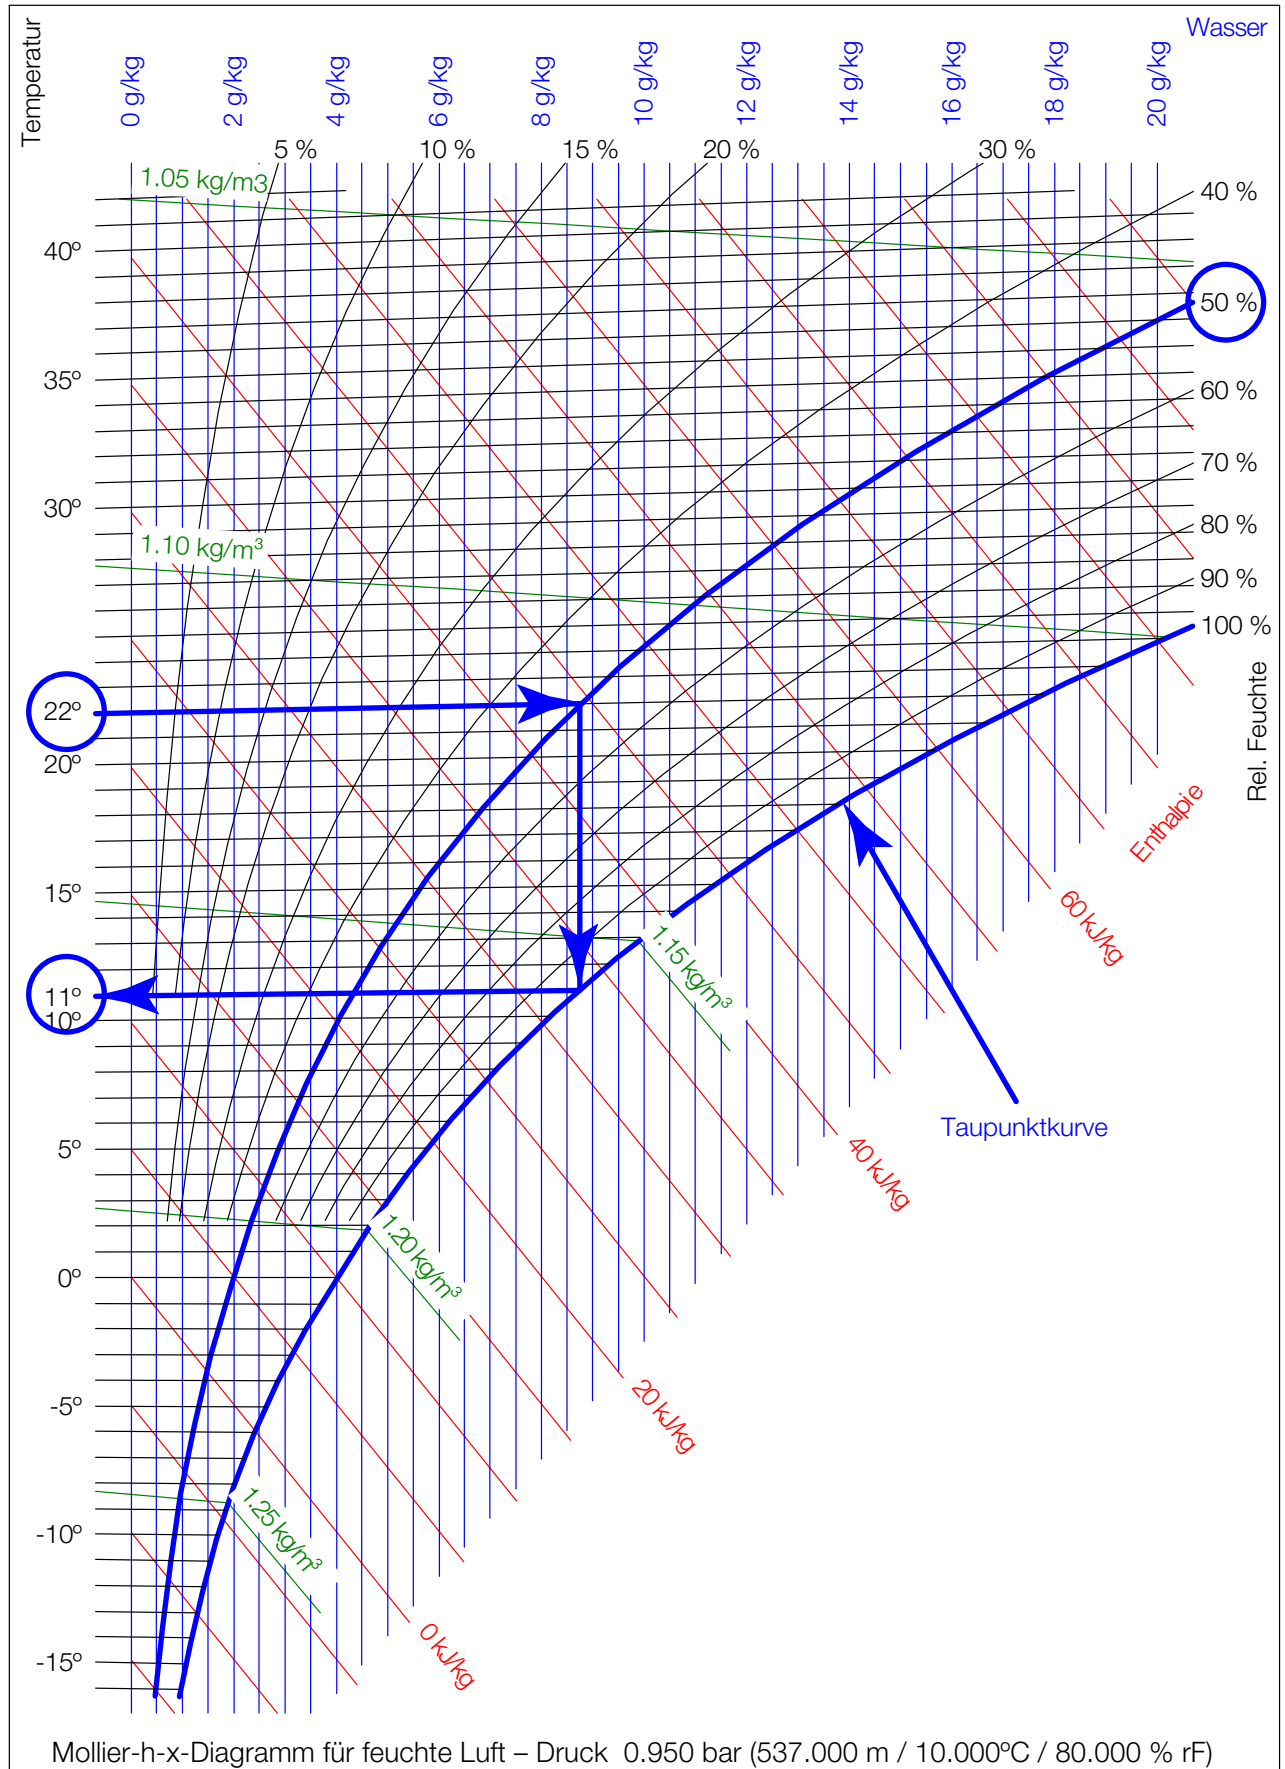

Abb. 6: Mollier-h-x-Diagramm für feuchte Luft
**Hinweis:** Bei den CW-Geräten muss die Wasservorlauf-temperatur stets so gewählt (geregelt) werden, dass sie bei bestehender Umgebungstemperatur und -luftfeuchtigkeit im Rechenzentrum ständig über dem Taupunkt liegt. Der Taupunkt lässt sich aus dem Mollier-h-x-Diagramm ersehen (Abb. 6). Es wird darüber hinaus die Einhaltung des ASHRAE-Standards „ASHRAE TC 9.9, 2011 Thermal Guidelines for Data Processing Environments“ empfohlen.
Mit den gegebenen Konditionen muss anhand des Mollier-h-x-Diagramms geprüft werden, ob bei einer Kühlung mit der gegebenen Kaltwassertemperatur der Taupunkt unterschritten wird (Abb. 6 „Mollier-h-x-Diagramm für feuchte Luft“).